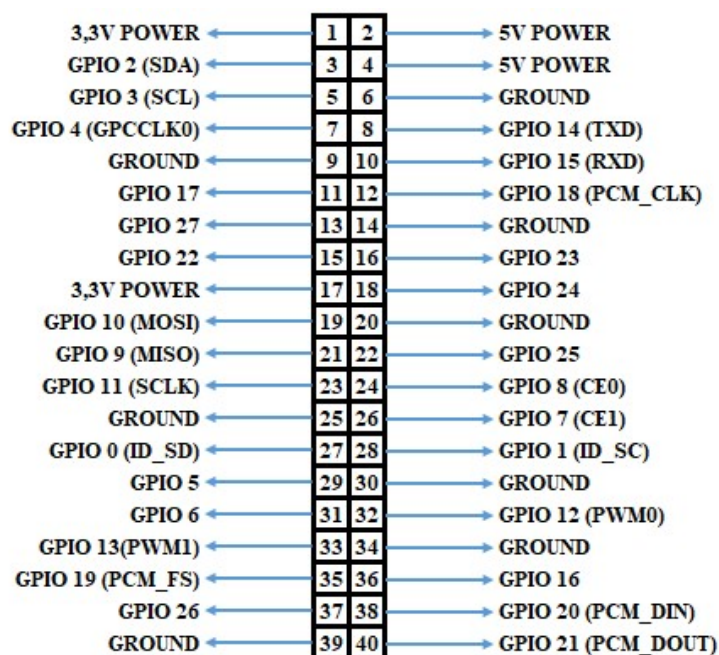

Figura 3-3. Descripción Pines GPIO.
La Raspberry cuenta con 40 pines (Figura 3-3.) header machos de los cuales 26 de ellos son GPIO (trad. General Purpose Input Output).
- PIN 5V (5V POWER. Ver Figura 3-3.) y GROUND gura corresponde a los pines por el cual se energizará la Raspberry Pi, además estos servirán para energizar, activar y desactivar el módulo Relé.